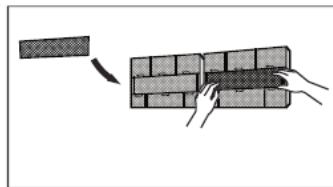

fig. 19 -
4. Scoateți filtrul de purificator de aer din spatele filtrului principal ("fig. 19 - ") și curățați-l cu un aspirator